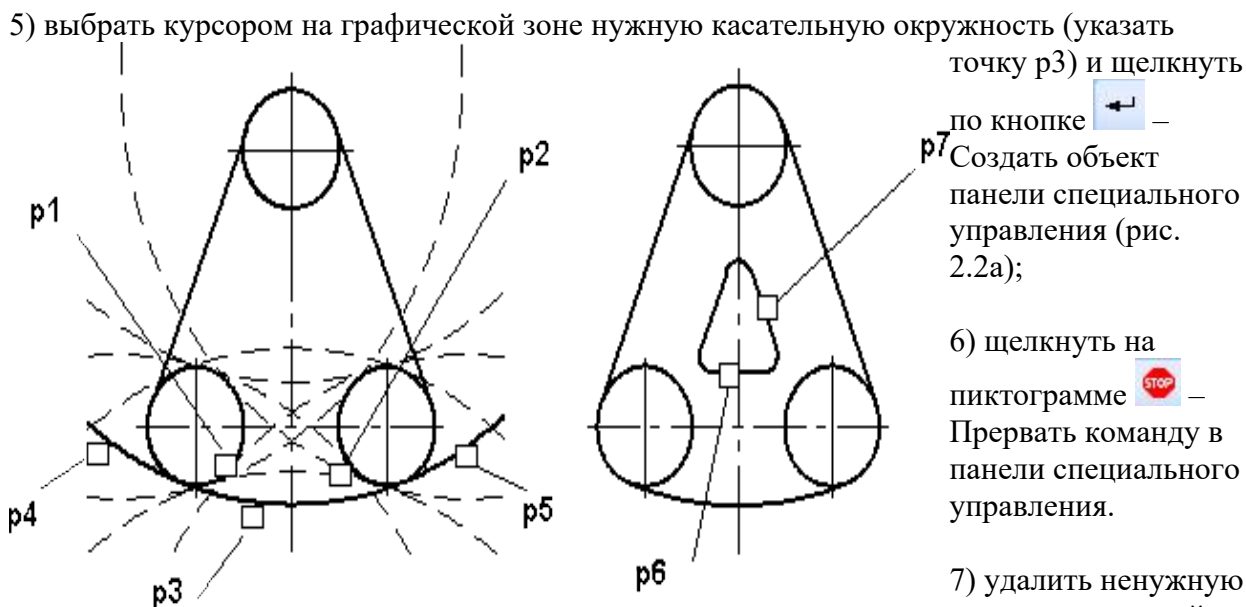

Рис. 2.2. Построение окружности касательной к двум окружностям и двум прямым
2) указать графическим курсором произвольную точку (точка p1) на первой заданной окружности, с которой должна касаться искомая окружность (рис. 2.2а);
3) указать графическим курсором произвольную точку (точка p2) на второй заданной окружности, с которой должна касаться та же искомая окружность (рис. 2.2а);